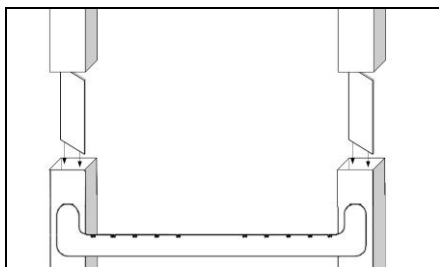

Abb. 3
5. Die mitgelieferten Verbindungsplatten dienen als Montagehilfe. Die Verbindungsplatten werden am oberen bzw. unteren Ende diagonal in den Leiterholm gesteckt (siehe Abb. 3).